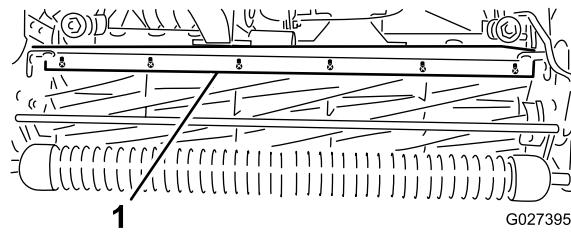

Figure 59
1. Desserrez les vis qui fixent la barre supérieure (Figure 59) à l'unité de coupe.